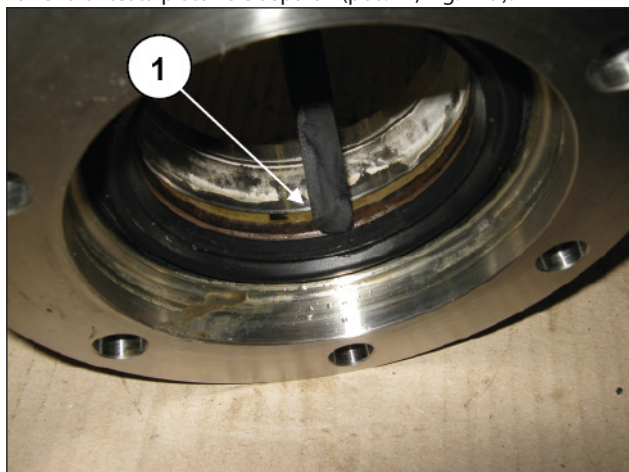
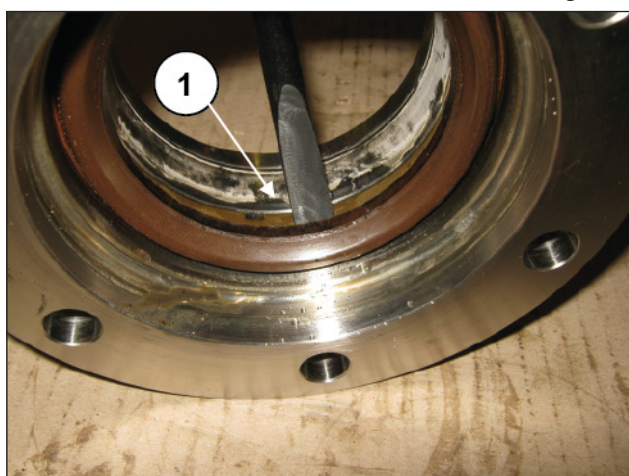
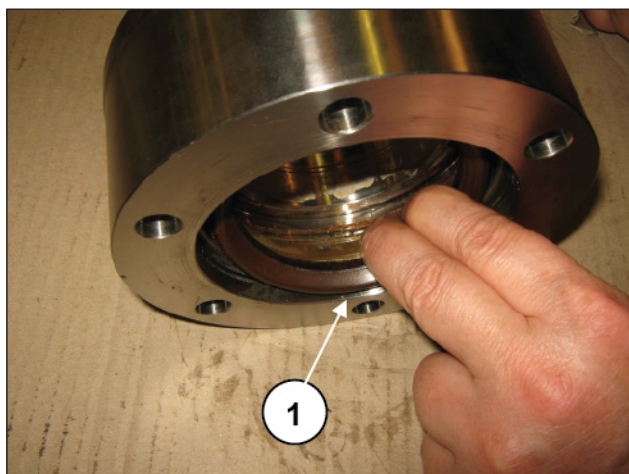
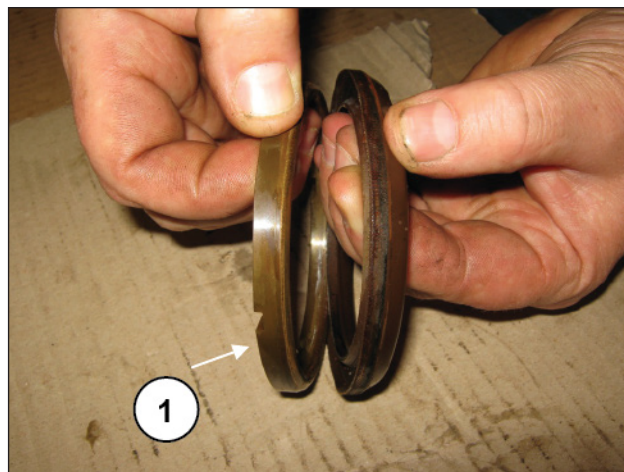

Fig. 216
Fig. 217
Fig. 218
Fig. 219
Estrarre dalla camicia in ordine l'anello restop (pos. ①, Fig. 216), l'anello di tenuta (pos. ①, Fig. 217 - Fig. 218) con l'anello di testa pistone e separali (pos. ①, Fig. 219).